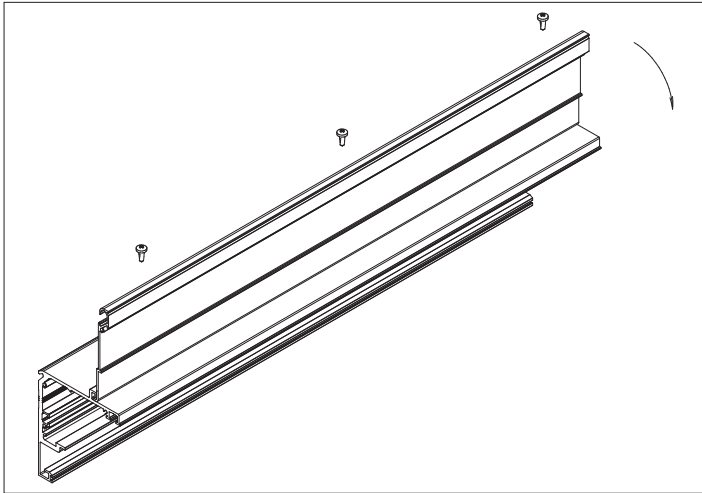

Рис. 1
1. Защелкните несущий профиль примыкания в основном несущем профиле, закрепите его шурупами с шагом 500 мм (рис. 1, 2).